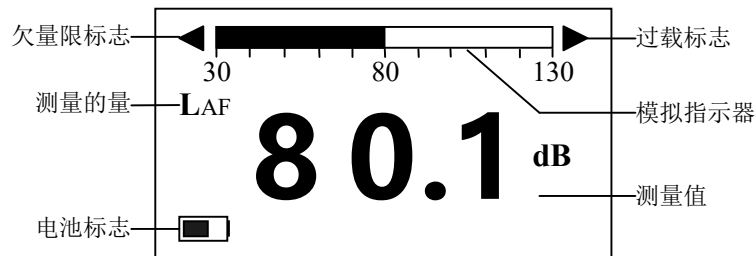

图 8 测量界面
- e) 待声级计预热后，即可从显示屏上读取测量结果，见图 8。